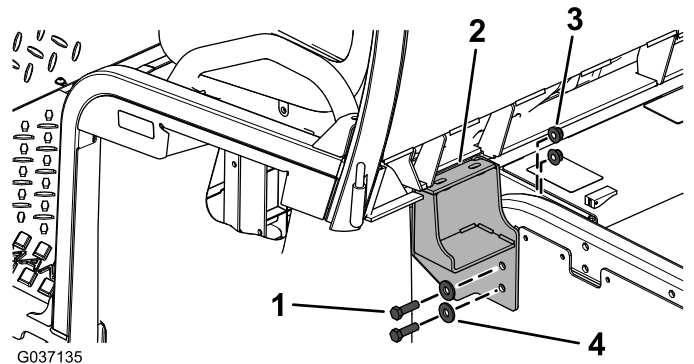

Bild 7
9. Befestigen Sie die linke und rechte Kabinenstütze lose mit Sechskantschrauben (3/8" x 1 1/4"), Unterlegscheiben (3/8") und Bundmuttern (3/8") mit der Maschine, wie in Bild 7 dargestellt.
7. Ziehen Sie die linken und rechten Kabinenstützen fest und ziehen Sie die Schrauben mit 58 Nm an, wie in **Bild 7** abgebildet.